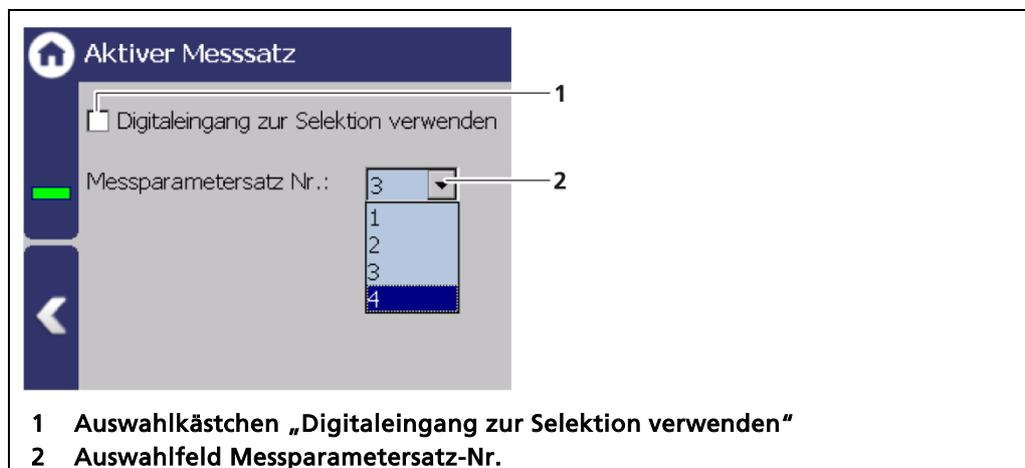

Abb. 96 Aktiver Messsatz
1. Wählen Sie den Messparametersatz (Abb. 96, Pos.2) aus, der durch den Digitaleingang aktiviert werden soll.
2. Aktivieren Sie das Auswahlkästchen „Digitaleingang zur Selektion verwenden“ (Abb. 96, Pos.1).